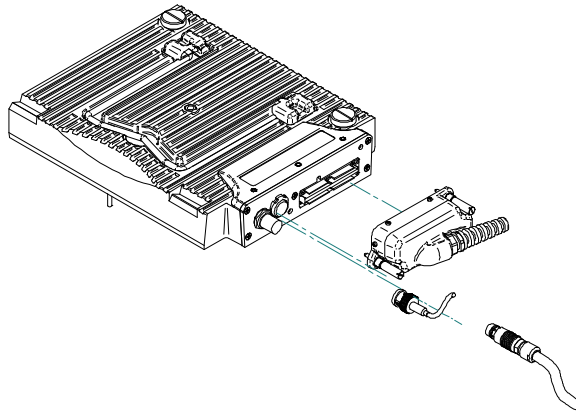

図 L-2 ECA モジュールとコネクタ
1. ECA プロブコネクタのガイドピンを EC ARRAY モジュールのコネクタに一致させて、正しく合わせます (181 ページの図 L-2)。